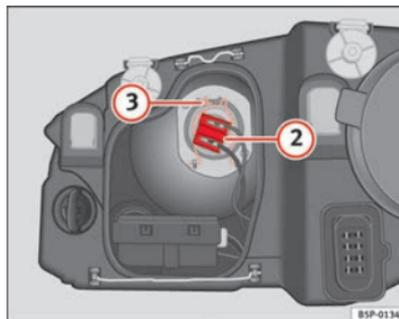

Fig. 185 Médios
- Retirar o conector ⇒ Fig. 185 ② da lâmpada.
- Desengate a mola de fixação ⇒ Fig. 185 ③ pressionando-a para dentro e para a direita.